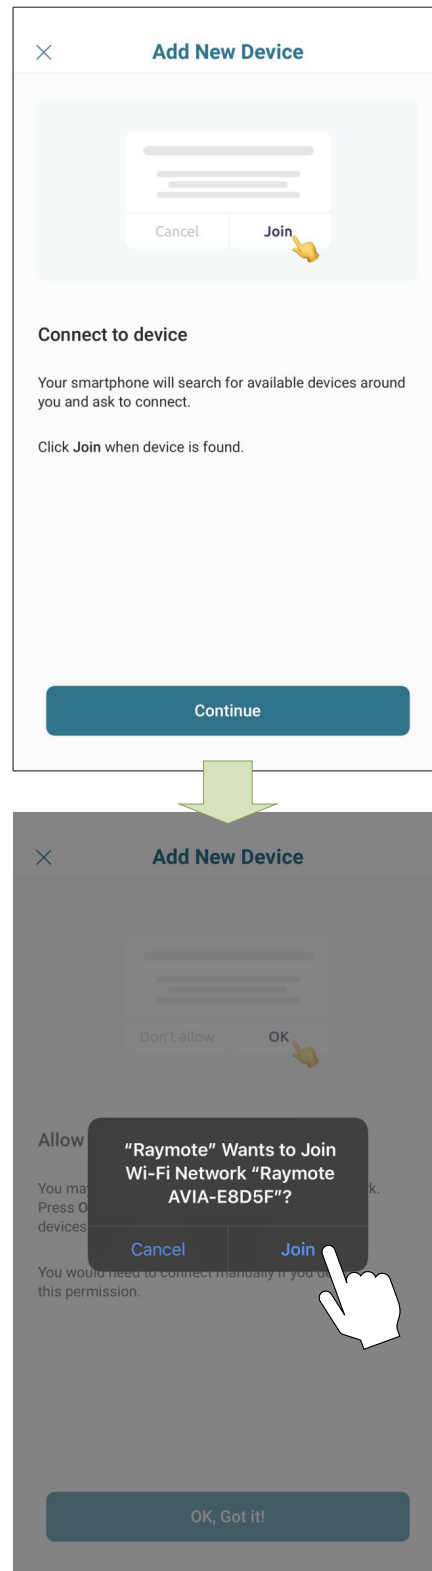

Figure 84. Connecter un téléphone iPhone
4. **iPhone:** l'application Raymote recherche les appareils à proximité. Si plusieurs unités sont prêtes à être connectées, placez-vous près de celui que vous souhaitez connecter en premier. Sélectionnez l'appareil que vous souhaitez connecter au réseau sans fil puis appuyez sur Join (Rejoindre) ou sur Annuler (Cancel) pour sélectionner au autre appareil, voir **Figure 84**.